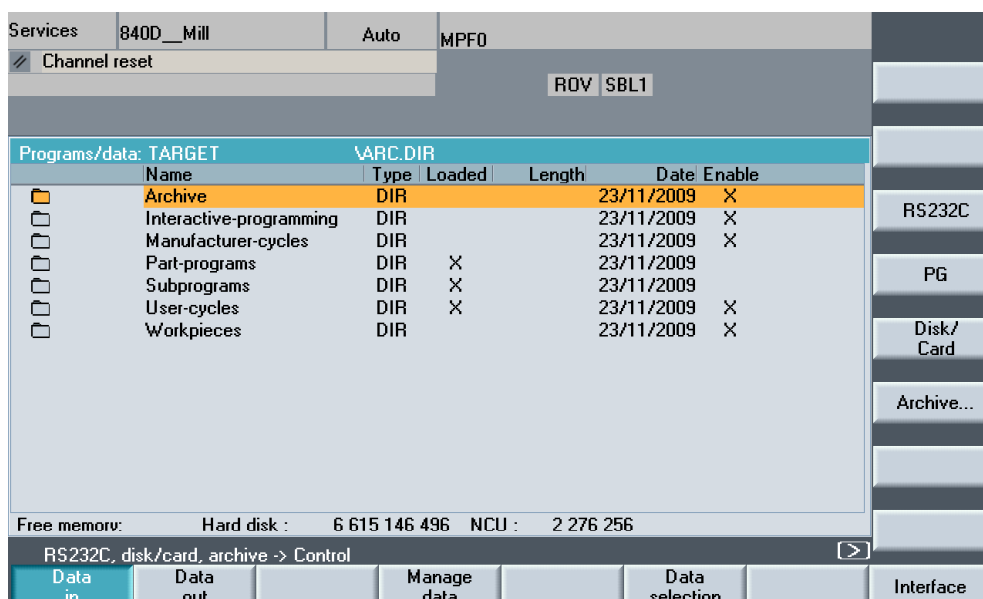

Рисунок 1.7 – Окно рабочей зоны СЕРВИС
– имя.CLP – все файлы и типы директорий могут быть созданы и сохранены здесь. Окно рабочей зоны СЕРВИС приведено на рис.1.7.